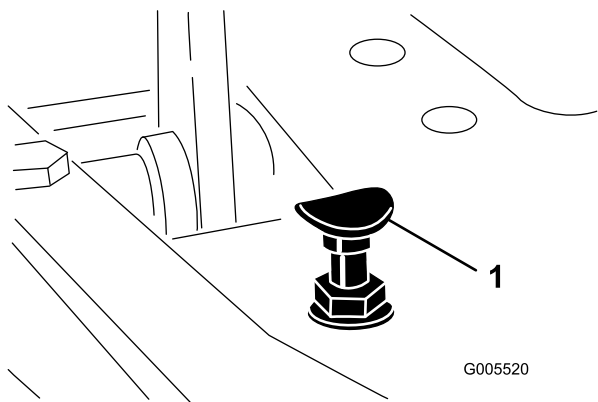

图41
要获得最大行驶速度，请将功能控制杆放在行驶位置，并踩下驱动踏板。如果在拉线感到张紧力之前，踏板接触到限位器（图41），请执行以下调节程序：
1. 将功能控制杆放在行驶位置，松开将踏板限位器固定至底板上的锁紧螺母（图41）。